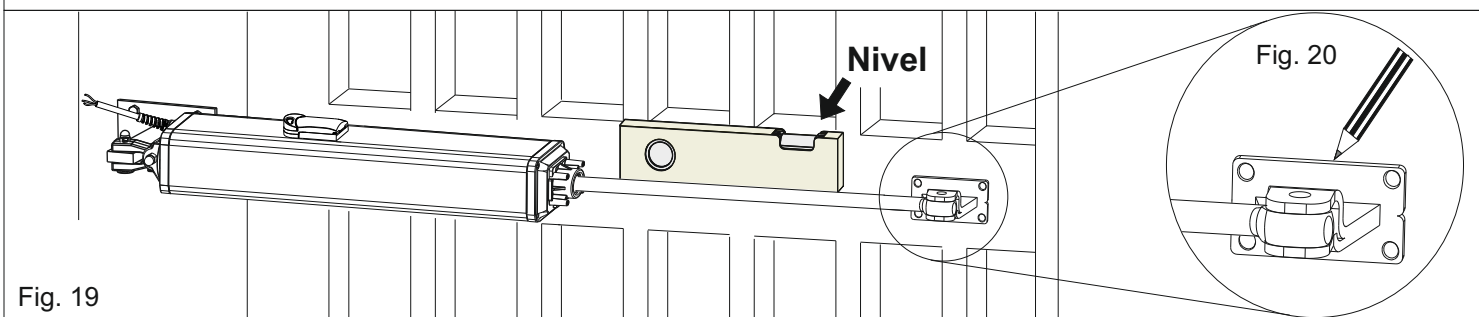

Fig. 19
- 3) Apoyar el soporte frontal en la cancela y colocar el pistón en la ranura del soporte (Fig. 19)
- 4) Con la ayuda de un nivel (Fig. 19), **asegúrese que el operador esté en una posición perfectamente horizontal** y luego marque la posición del soporte delantero (Fig. 20)